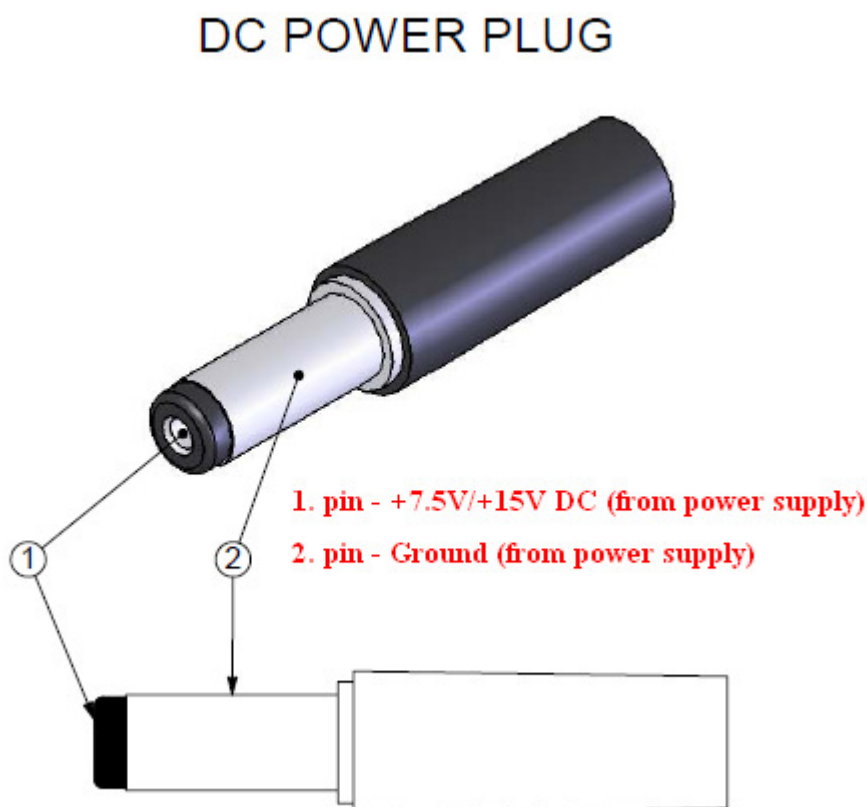

Figure 3 DC power plug pinout
- 1.3** Разъем J8 (External Power Supply +7.5V/+15V) – предназначен для подключения приемника к внешнему источнику питания. Источник должен производить постоянное напряжение в пределах от +7.5В до +15В. В качестве внешнего разъема рекомендуется использовать так называемый (2.5ммX5.5мм DC power Plug). Данный разъем может быть использован для подачи напряжения питания на SDR, когда приемник работает в сетевом (Network) режиме. Схему подключения внешнего источника питания смотрите на рисунке **Figure.3**